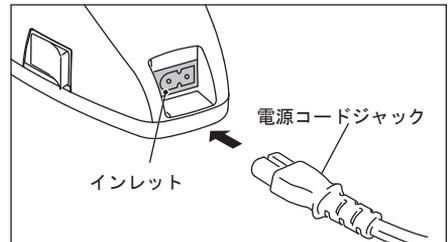

図 1
- 1) 充電器背面のインレットに電源コードジャックを差し込みます。(図 1)